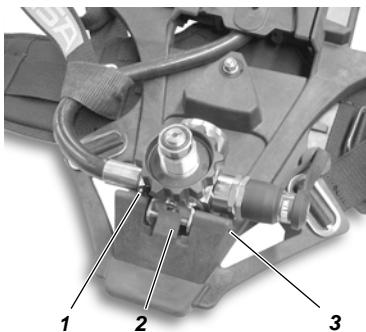
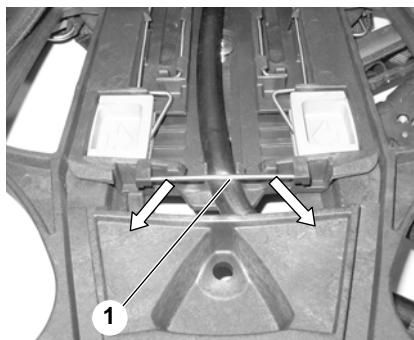

Bild 9 Ta loss reduceringsventilen
Bild 10 Ta loss flerkanalsledningen
- (4) Dra ned axeldynorna till det lägsta läget på de laterala styrspringorna på den skjutbara bärplattan. Luta knapparna lite utåt och ta ut dynorna ur styrspringorna.
- (5) Knäpp loss axeldynor och midjebälte från bärplattan.
- (6) Tryck flerkanalsslängens stopptapp (se Bild 10) snett nedåt och ta bort den.
- (7) Gör samma sak på andra sidan av bärplattan.
- (8) Ta bort flerkanalsledningen från bärplattans skena.
- (9) Tryck ut spolen (3) i reduceringsventilens hållare (se Bild 9).
- (10) Ta bort reduceringsventilen från bärplattan, tryck **inte** upp stoppfjädern (2).